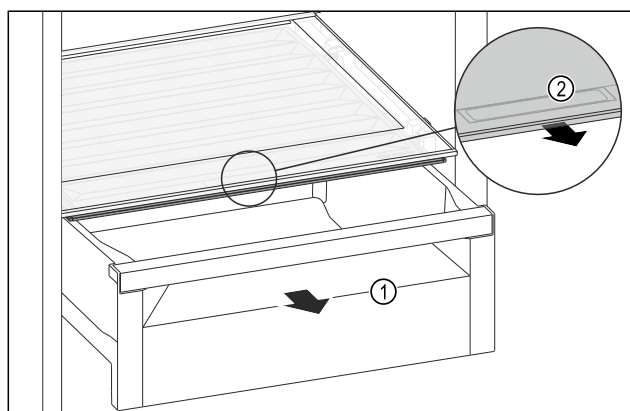

Fig. 73
- Extrageți sertarul Fig. 73 (1).
- Prindeți mânerul încastat Fig. 73 (2) de la capacul compartimentului și trageți concomitent capacul compartimentului spre partea frontală.